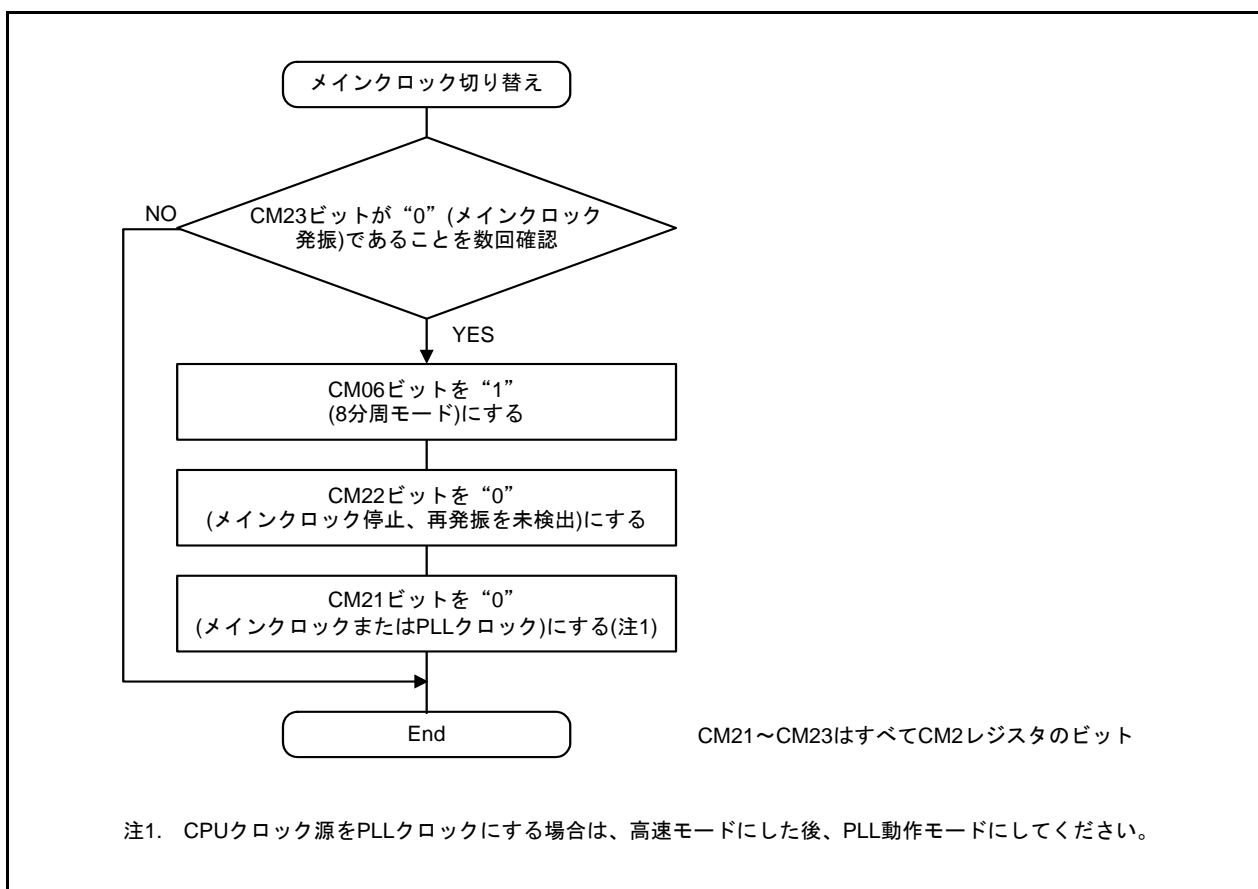

図10.12 オンチップオシレータクロックからメインクロックへの切り替え手順
- 発振停止後、メインクロックが再発振した場合は、プログラムでメインクロックをCPUクロックや周辺機能のクロック源に戻してください。図10.12にオンチップオシレータクロックからメインクロックへの切り替え手順を示します。